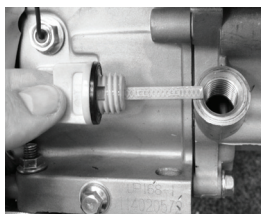

Рис. 18
2. Выкрутите пробку маслозаливной горловины (Рис. 18)